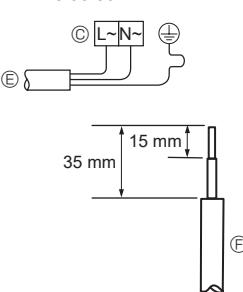
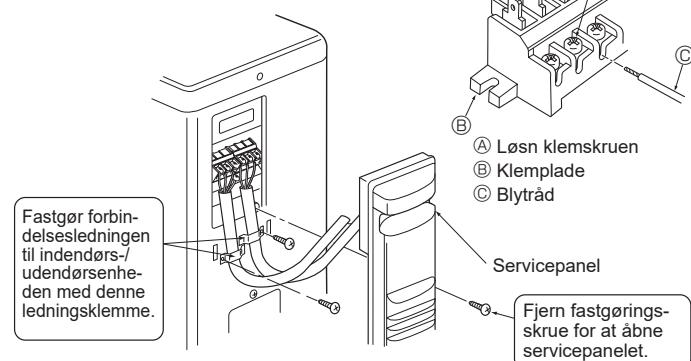
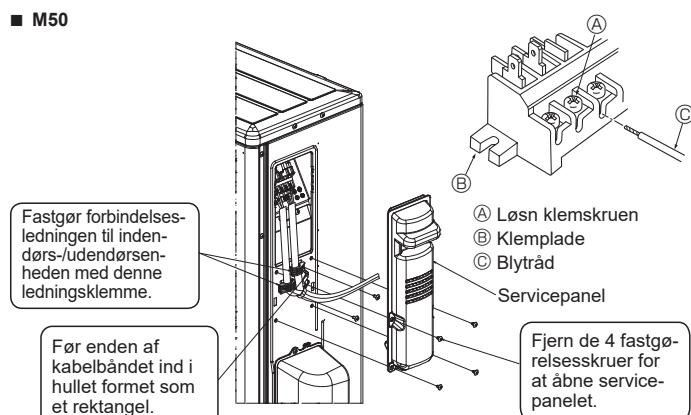
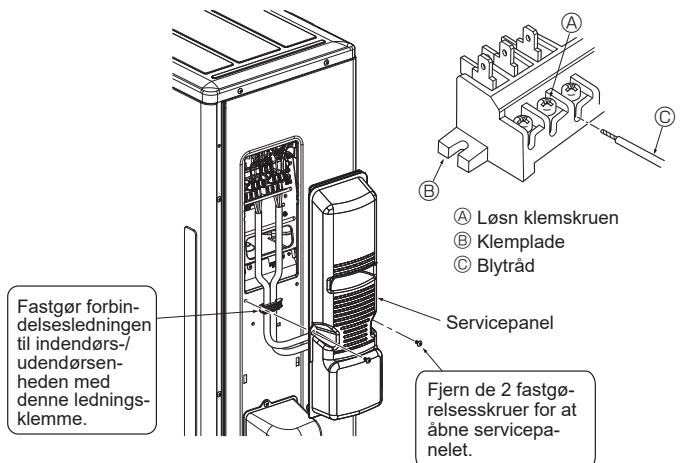

Fig. 6-2
Fig. 6-3
Fig. 6-4
Fig. 6-5
### 6.1. Udendørsenhed (Fig. 6-1, Fig. 6-2, Fig. 6-3, Fig. 6-4, Fig. 6-5)
- ① Fjern servicepanelet.
- ② Træk kablerne som vist i Fig. 6-1, Fig. 6-2, Fig. 6-3, Fig. 6-4 og Fig. 6-5.
- Ledningerne trækkes som vist nederst til venstre i diagrammet. (Kabel fremskaffes lokalt) (Fig. 6-2)